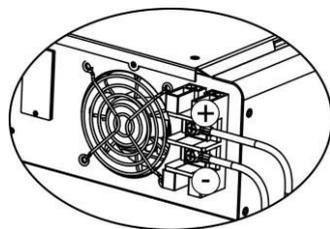

Abbildung 7
Schritt 3: Folgen Sie dem Leitfaden für Batteriepolarität, der sich nahe der Batterieklemme befindet! Verbinden Sie den externen Batteriekabelringanschluss mit der Batterieklemme. Siehe hierzu Abbildung 7.